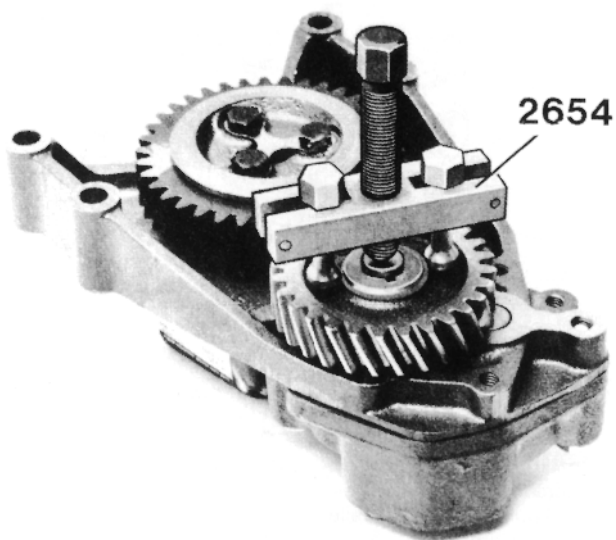

Fig. 102. Demontering av drivhjul
2. Ta bort låsringen och dra av drivhjulet med avdragaren 2654 (fig. 102). Ta bort kilen och axialbrickan från axeln.